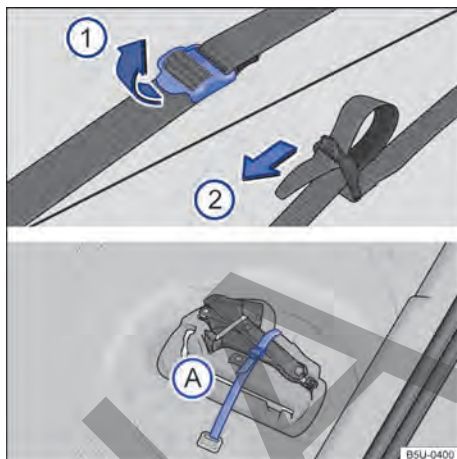

Fig. 157 En el maletero: cinta de fijación de la caja de herramientas y caja de herramientas de a bordo.
Para soltar la cinta de fijación → fig. 157 (A), tirar de la hebilla en el sentido de la flecha (1).